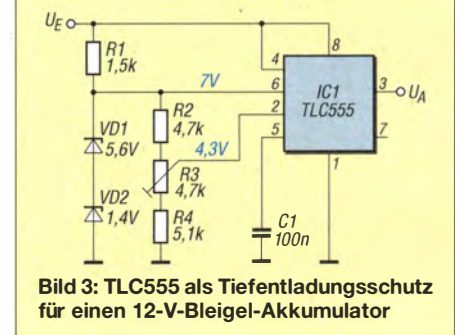

Bild 3: TLC555 als Tiefentladungsschutz für einen 12-V-Bleigel-Akkumulator
maler Eingangsspannung $U_{E\text{min}} = 10,5\text{ V}$ und $U_0 = 7\text{ V}$ gemäß Gleichung (1) etwa 1,5 k Ω . Falls keine 1-%-Widerstände und kein TL431 zur Verfügung stehen, sind auch ausgemessene Z-Dioden mit zusammen 7,0 V und ein Miniaturtrimmer im Spannungsteiler verwendbar, wie in Bild 3.